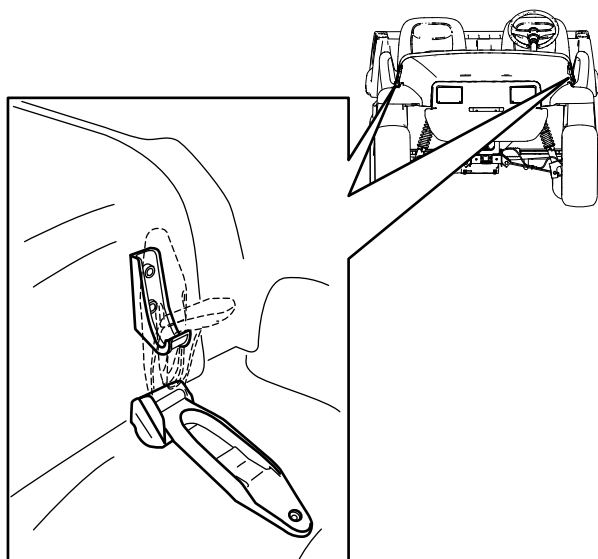

Figura 28
1. Eleve a pega dos trincos de borracha de cada lado do capot (Figura 28).
2. Segure no capot alinhando os trincos de borracha com as âncoras do trinco em cada lado do capot (Figura 28).